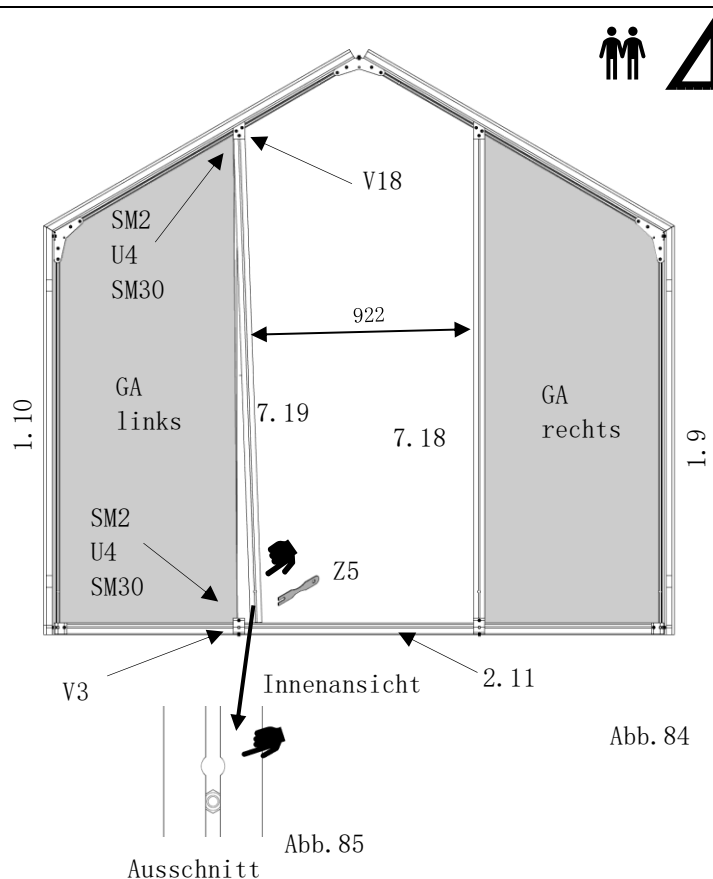

Abb. 84
- die Verschraubungen (Pos. SM2/U4/SM30) festziehen! (Abb. 84)